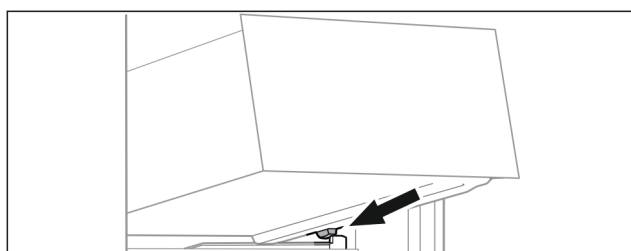

Fig. 76
- ▶ Sæt skuffen skråt bag stoppene på beholderristen. (se Fig. 76)